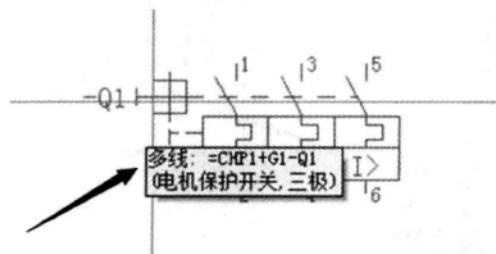

图 1-36 符号的悬浮指示
- 或者在编辑“多线原理图”时，鼠标指针悬浮在希望查询的部件上，悬浮鼠标也会悬浮显示该部件的完整设备标识符“= + G1 - Q1”，如图 1-36 所示。